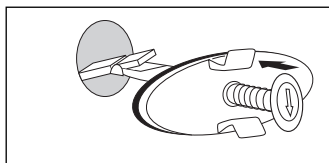

Bild 2
- För in den i överloppet. Så snart låsspaken stöter emot den bakre rörväggen reser den sig upp (Bild 2).